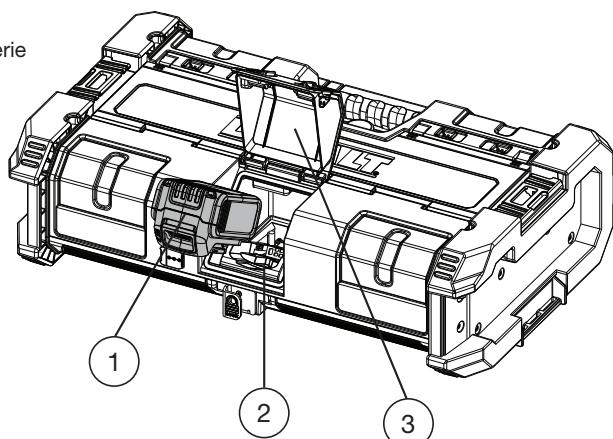

Figure 4. Compartiment de la Batterie
4. Insérer le bloc-batterie (non inclus) dans le chargeur, en s'assurant que le bloc est bien enfoncé dans le chargeur (voir Figure 4). L'image de l'indicateur de batterie clignotera sans interruption, indiquant que la batterie est en cours de chargement.